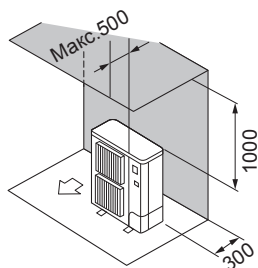

Fig. 2-4
- ② Перешкоди лише ззаду та зверху (Fig. 2-4)